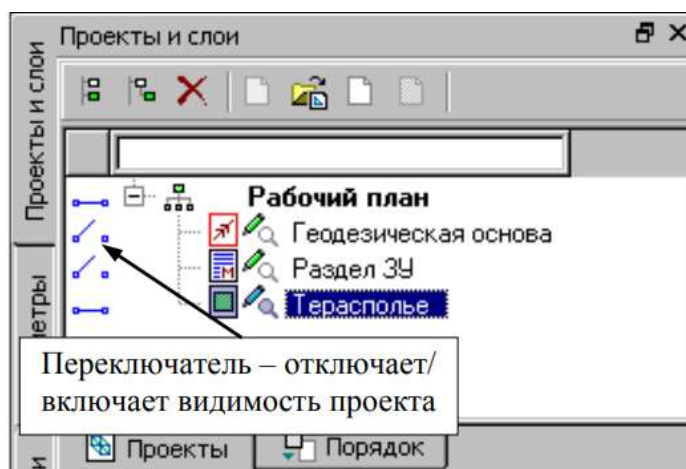

Рисунок 6 - Проекты и слои
6. Так как в наборе проектов создано три типа проектов (**Межевой план, Изыскания и Ситуационный план**), то для удобства просмотра импортированного раstra следует отключить видимость проектов **Раздел ЗУ и Геодезическая основа**, используя переключатель видимости проекта (рисунок 6).